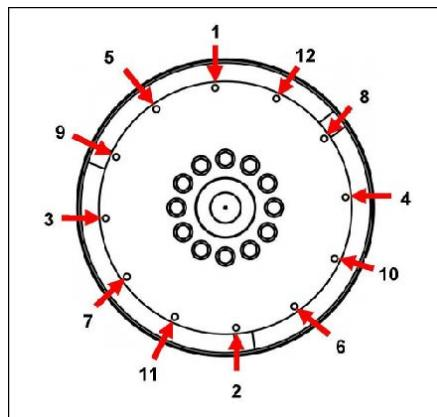

図 18. 固定手順
10. アライメント ダウエルを取り外します。肉厚ワッシャーをヘッドの下で使用して、カップリング ボルトを取り付けます。表示の順番で、ボルトを締め付けて、カップリング ディスクをフライホイールに固定します 図 18 ページ 33。